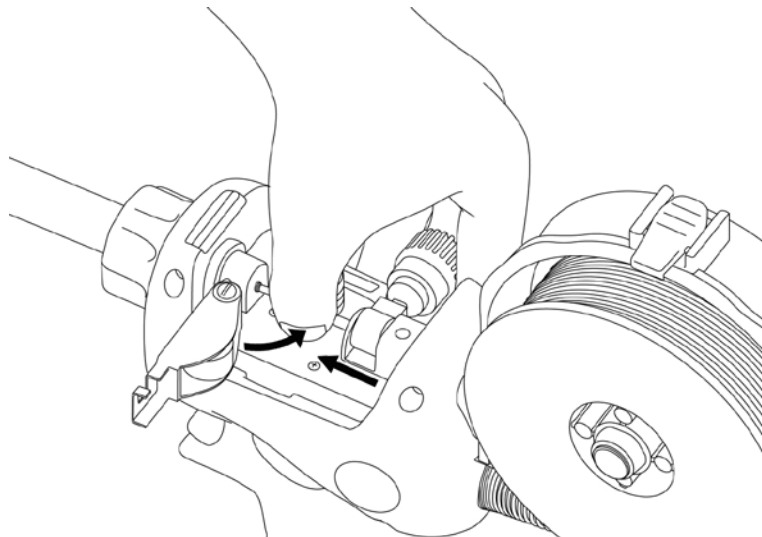

Рис. 7.13. Протяжка сварочной проволоки в гусак горелки.
**2.** Протяните сварочную проволоку в гусак горелки (См. рис. 7.13).